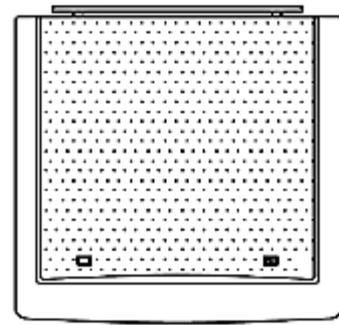

Abb. 2
1. Entfernen Sie die beiden Abdeckkappen auf der Arbeitsplatte vorsichtig mit einem kleinen spitzen Gegenstand und lösen Sie dann die darunter befindlichen Arbeitsplatten-Befestigungsschrauben. (Abb. 1) Danach die Befestigungsschrauben auf der Rückseite lösen. Nehmen Sie die Arbeitsplatte zusammen mit dem oberen Scharnierwinkel ab. (Abb. 2)
7. Legen Sie die Arbeitsplatte mit der Oberseite nach unten. Dann den daran befindlichen Scharnierwinkel mit dem Führungszapfen abbauen (Abb. 2) und an der gegenüberliegenden Vorderseite befestigen. Ziehen Sie die Schrauben nicht zu fest an.